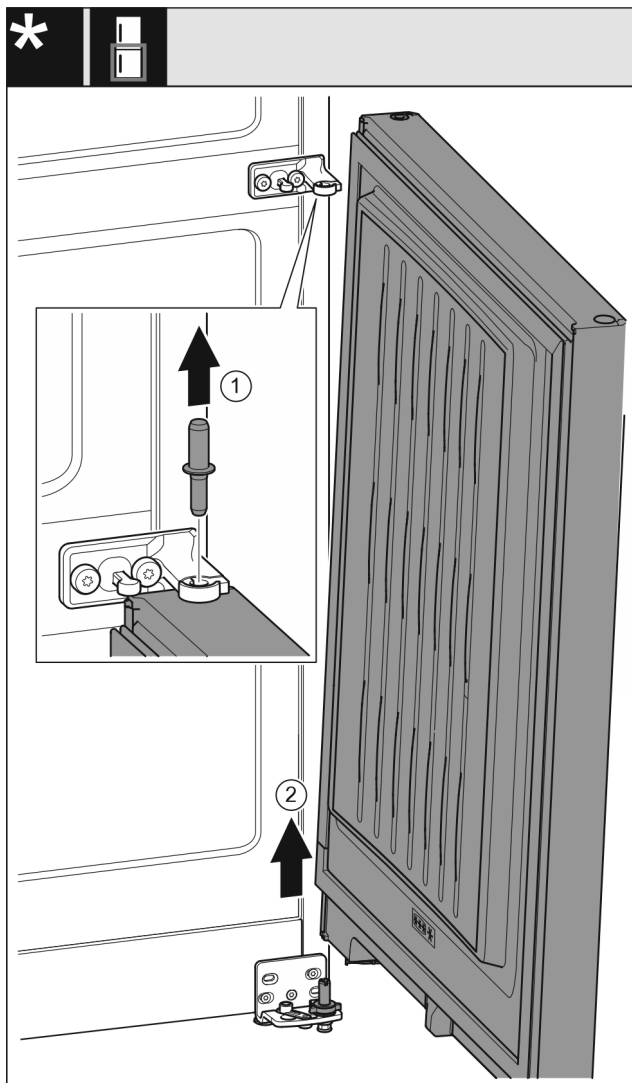

Fig. 8
- ▶ Bolzen nach oben herausziehen. Fig. 8 (1)
- ▶ Tür herausschwenken, nach oben ziehen und beiseite stellen. Fig. 8 (2)